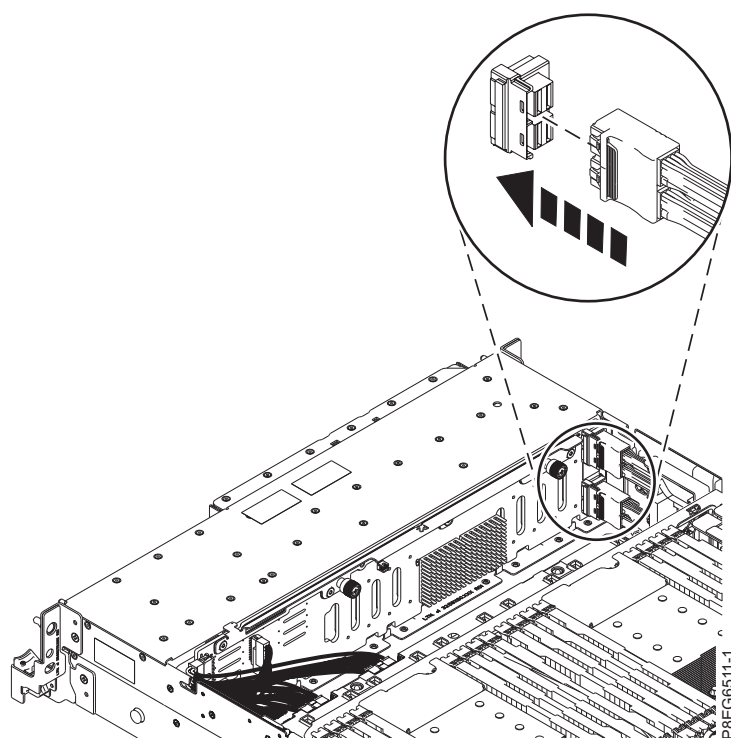

Figura 9. Reconectando o cabo SAS
9. Reconecte os cabos SAS frontais à porta do conector no painel traseiro da unidade de disco, conforme mostrado em Figura 9 na página 9. Empurre o conector até que a trava do conector se encaixe.